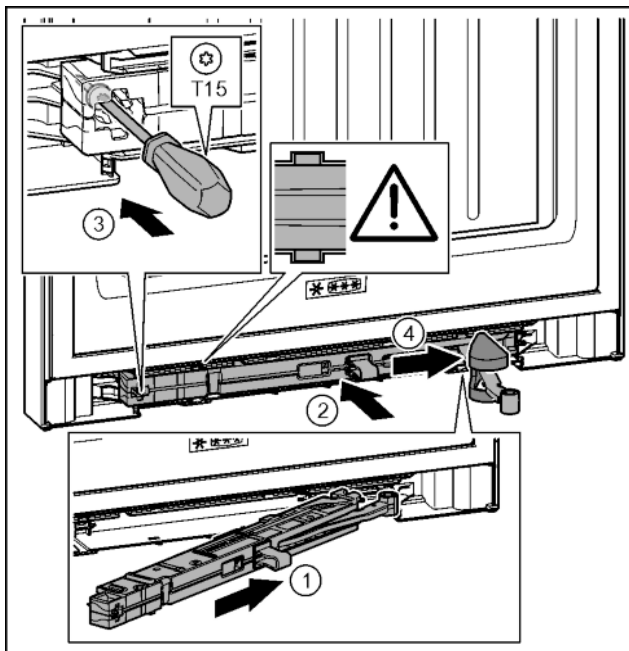

Fig. 38
- Під нахилом просуньте демпферний вузол з боку опорного кронштейна в отвір до упору. Fig. 38 (1)
- Повністю вставте демпферний вузол в отвір. Fig. 38 (2)
- Закрутіть гвинт за допомогою викрутки T15. Fig. 38 (3)
- Просуньте кришку через шарнір. Fig. 38 (4)